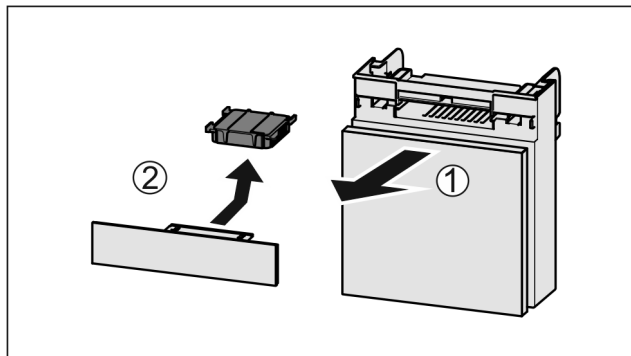

Fig. 61
- ▶ Вытянуть Fig. 61 (1) отделение движением вперед.
- ▶ Извлечь Fig. 61 (2) фильтр с активированным углем.